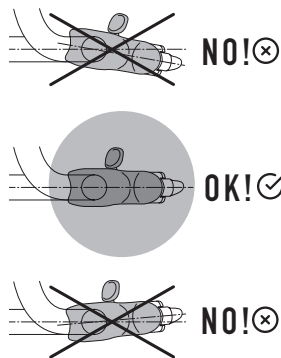

図13
- ・ エルゴパワーのハンドル・バーへの取り付けに緩みが出たり、正しい位置に固定されていない場合 (図13)